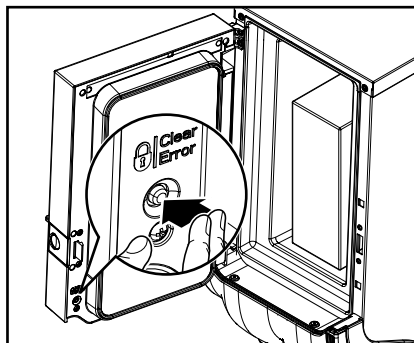

Fig. 22
2. Appuyez sur la SERRURE / l'actionneur de quittance (CLEAR / ERROR) afin de bloquer la distribution des boissons (fig. 22).
3. Appuyez sur la SERRURE / l'actionneur de quittance (CLEAR / ERROR) afin de débloquer la distribution des boissons à nouveau (fig. 22).